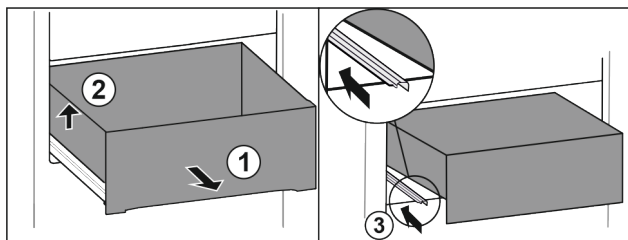

Fig. 23
- Vytiahnite zásuvku až na doraz. Fig. 23 (1)
- Nadvihnite zásuvku doľava. Fig. 23 (2)
- Zasuňte ľavú koľajničku. Fig. 23 (3)